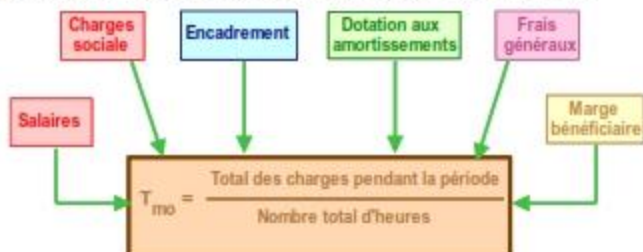

Figure 3.2 – Calcul du taux horaire de main d'œuvre
- le schéma de la figure 3.2 fait apparaître la manière de calculer le taux horaire de main d'œuvre. En fait, on tient compte de toutes les charges pendant une période donnée (par exemple 1 an) et on divise par le nombre total d'heures ouvrées pendant cette période.